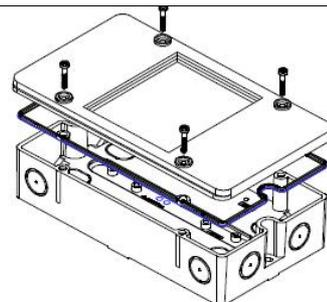

Fig. 4
- Fixe a tampa com mais quatro parafusos (Fig. 4). (Somente assim se garante a proteção de IP).